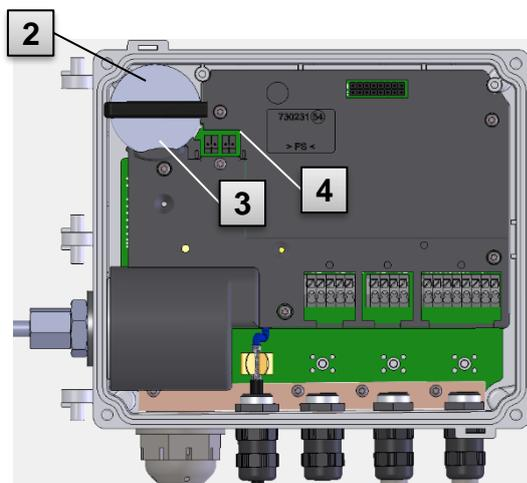

Abb. 24
4. Entfernen Sie die Batterie (Abb. 24: **2**) aus der Batteriehalterung (Abb. 24: **3**).
5. Wählen Sie den freien Anschluss auf der Platine zum Anschluss der neuen Batterie (K9 oder K10; Abb. 24: **4**).
6. Platzieren Sie die neue Batterie im Inneren (Abb. 24: **2**) und stellen Sie sicher, dass die Batterie korrekt in der Batteriehalterung verankert ist.